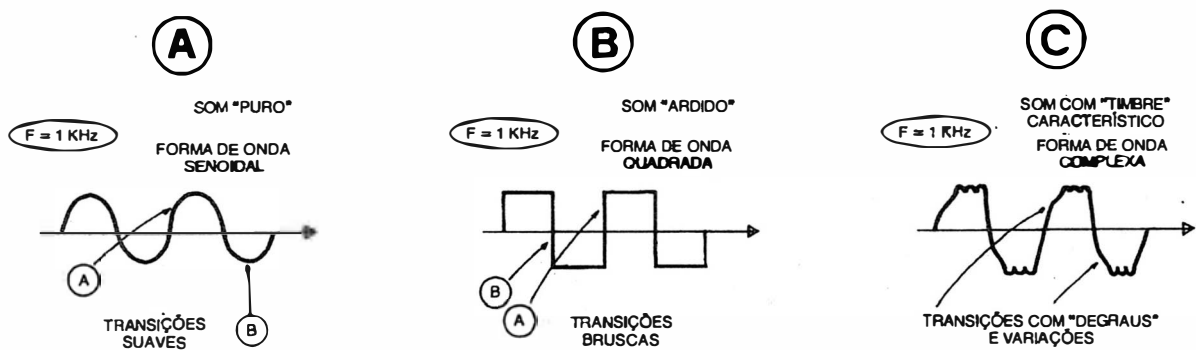

Fig. 1
- FIG. 1 - UM PRÉ-ESTUDO DOS TIMBRES E DE SUAS REPRESENTAÇÕES GRÁFICAS - No diagrama temos três representações, todas elas referentes a sons de **idêntica** FREQUÊNCIA e de **igual** POTÊNCIA ou INTENSIDADE... Observar, porém, que em **1-A** as transições, ou momentos em que no meio de propagação ocorrem as compressões (A) e as descompressões (B) são bastante *suaves*, com o que a representação gráfica se parece *mesmo* com... *ondas*...! Esse *desenho* do SOM recebe o nome de **SENOIDAL**, tratando-se de um **TIMBRE** que costumamos qualificar de **PURO**... Já em **1-B** vemos que as transições (compressões/descompressões do meio) são extremamente *bruscas*...! Esse *desenho* de SOM é chamado de **ONDA QUADRADA**... Notar que, quando *ouvido*, embora tenha a mesma **FREQUÊNCIA** e a mesma **INTENSIDADE** do som mostrado graficamente em **1-A**, *soa diferente*, mais *ardido*, mais *rascante*...! Por tal razão, *parece* aos nossos ouvidos, que é mais forte, mais *impressivo*...! No diagrama **1-C**, ainda sob a mesma **FREQUÊNCIA** e mesma **INTENSIDADE**, o som se manifesta com uma forma de onda **complexa**, ou seja: as compressões/descompressões do meio se dão através de diversos *degraus* e micro-variações *encavaladas* sobre o *formato* geral da onda...! Tal configuração, ao ser interpretada pelos nossos ouvidos, mostra um **TIMBRE** característico, que o